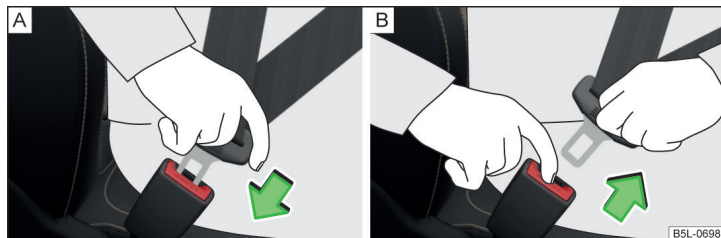

Fig. 5 Allacciare/Slacciare le cinture di sicurezza
- Infilare la linguetta nella fibbia del sedile » **fig. 5 - A** finché non si aggancia in maniera udibile.
- Premere il tasto rosso sulla fibbia della cintura » **fig. 5 - B**; la linguetta sarà espulsa.